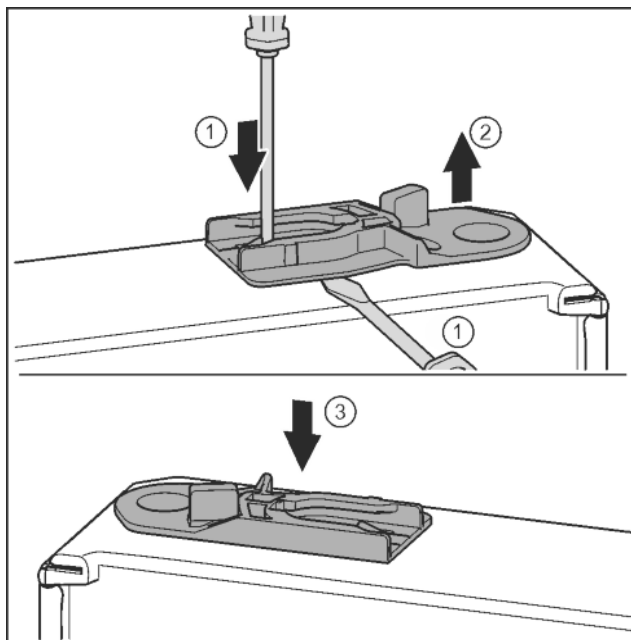

Fig. 37
- ▶ Húzza ki a vezetőhüvelyt: Nyomja a fedőlemezt a csavarhúzóval, és közben nyúljon a csavarhúzóval a vezetőhüvely alá. Fig. 37 (1, 2)
- ▶ Tolja be a kiszállított csomagban található vezetőhüvelyt a ház másik oldalára. Fig. 37 (3)